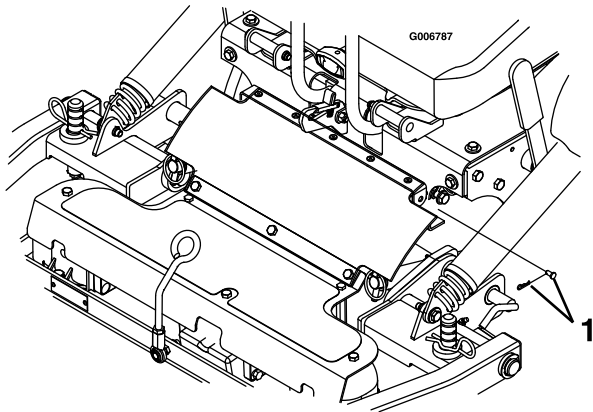

Figura 21
2. Retire las chavetas y los pasadores de ambos lados del protector de la TDF (Figura 21).